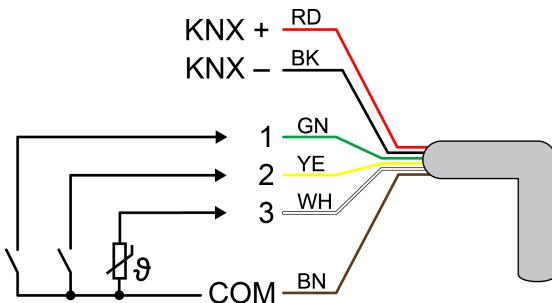

Imagen 2: Asignación de la línea piloto (ejemplo)
- Si se requiere, conectar contactos sin potencial o sensores de condensación/fuga en las entradas 1...3, o sensores de temperatura NTC en la entrada 3 (Imagen 2).